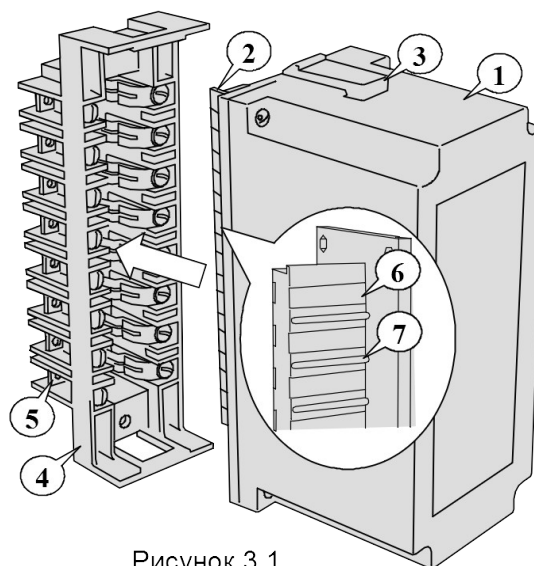

Рисунок 3.1
3.2 Конструктивно СПЦ выполнен в унифицированном пластмассовом корпусе штепсельного типа, обеспечивающем замыкание токовых цепей при извлечении – рисунок 3.1.